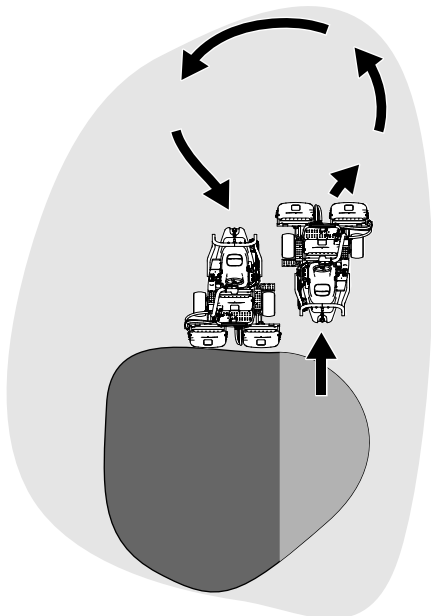

Figura 25
6. Per ridurre i tempi operativi e facilitare l'allineamento per la passata successiva, sterzate momentaneamente la macchina nella direzione opposta, quindi sterzatela nella direzione della porzione non tagliata. Questo movimento delinea una curva a goccia (Figura 25) che allinea rapidamente la macchina per la passata successiva.